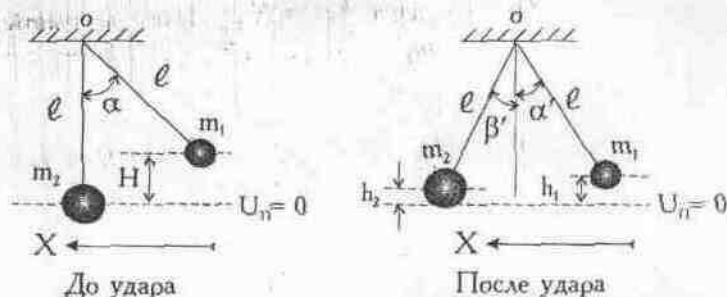
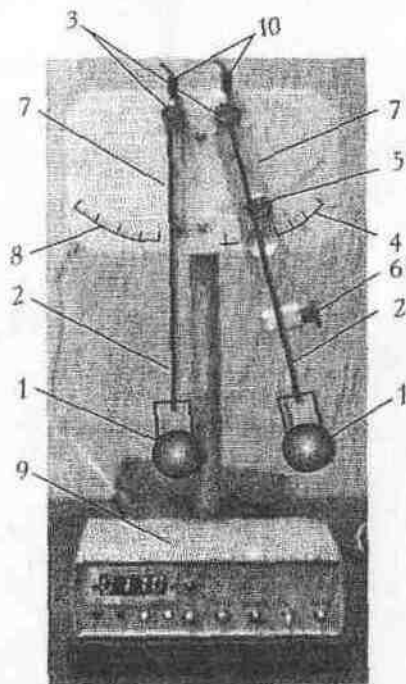

Рис. 3. Схема удара, реализуемая в реальном и компьютерном эксперименте
Рис. 4. Экспериментальная установка
В работе нужно определить коэффициент восстановления  $K_C$  и коэффициент восстановления энергии  $K_E$  в реальном центральном ударе шаров равной массы ( $m_1 = m_2$ ), подвешенных на нитях одинаковой длины  $l$  в предположении, что удар абсолютно упругий (задание 1), а также при компьютерном моделировании частично неупругого удара (задание 2). Удар происходит после того, как шар  $m_1$  отклоняется на угол  $\alpha$  и затем отпускается. После удара шар  $m_1$  отклоняется на угол  $\alpha'$  (при абсолютно упругом ударе одинаковых шаров  $\alpha' = 0$ ), а шар  $m_2$  - на угол  $\beta'$  (см. рис. 3).
\* За нулевой уровень потенциальной энергии  $U_{\Pi} = 0$  принимается положение центра масс левого шара до удара (см. рис. 3).
Общий вид установки приведен на рис. 4. Шары 1 ( $m_1$  и  $m_2$  на рис. 3) вставляются в пружинные держатели, закреплённые на штангах 2 с крючками. Крючки подвешиваются к осям 3. Расстояние от центра шара до оси подвеса  $l = 300 \pm 1$  мм. Кронштейн 11 отклоняется на заданный угол (считывается по шкале 4) и слегка зажимается винтом 5. Фиксатор начального положения 6 поворачивается против хода часовой стрелки (на себя) так, чтобы удерживающий правый шар ( $m_1$  на рис. 3) штырь расположился горизонтально. После этого штанга правого шара кладётся на этот штырь. Для отпускания шара нужно плавно повернуть головку фиксатора на  $90^\circ$  по ходу часовой стрелки (от
Начальное положение левого шара ( $m_2$  на рис. 3) фиксируется кронштейном 7, риска которого устанавливается на нулевое деление шкалы 8.
2. Установить пару стальных шаров 1 в пружинные держатели (рис. 4) и зафиксировать первое значение угла отклонения правого ( $m_1$ ) шара  $\alpha_1 = 10^\circ$  и нулевое положение левого ( $m_2$ ) — риска кронштейна 7 устанавливается на нулевое деление шкалы 8 ( $\beta_1 = 0^\circ$ ).
3. Плавно поворачивая головку фиксатора начального положения против хода часовой стрелки (на себя), освободите правый шар. После удара остановите колебания левого и правого шаров и зафиксируйте показания индикатора (время удара  $\tau_1$ ) и угол отклонения левого шара  $\beta'_1$  по риску кронштейна 7 (рис. 4). Занесите полученные значения  $\beta'_1$  и  $\tau_1$  в табл. 1 (столбцы, соответствующие  $\alpha_1 = 10^\circ$ , строка 1).